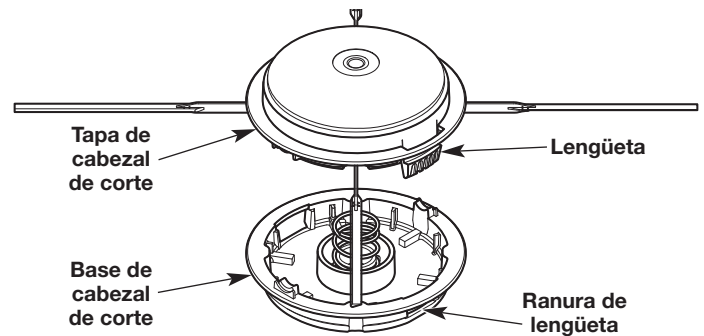

Fig. 29
1. Desconecte el tapón del cabezal de corte de la base del cabezal de corte: Presione con firmeza una lengüeta del tapón del cabezal de corte (Fig. 29). Use el pulgar. Si es necesario, utilice un destornillador de cabeza plana:
- c. Mientras sostiene el destornillador en el lugar, gírelo suavemente para destrabar la lengüeta del panel de las ranuras (Fig. 29).
7. Alinee las lengüetas de la tapa del cabezal de corte con las ranuras de la base del cabezal de corte (Fig. 29). Empuje la tapa del cabezal de corte de la base del cabezal de corte hasta que las dos lengüetas queden insertadas a presión.